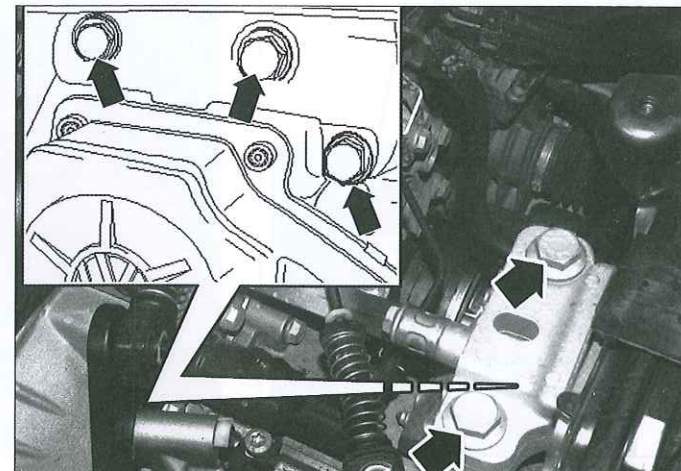

Fig. 5
- Inclinar el conjunto motor/caja de velocidades para permitir el acceso a los tornillos de fijación del soporte izq. (Fig.5).